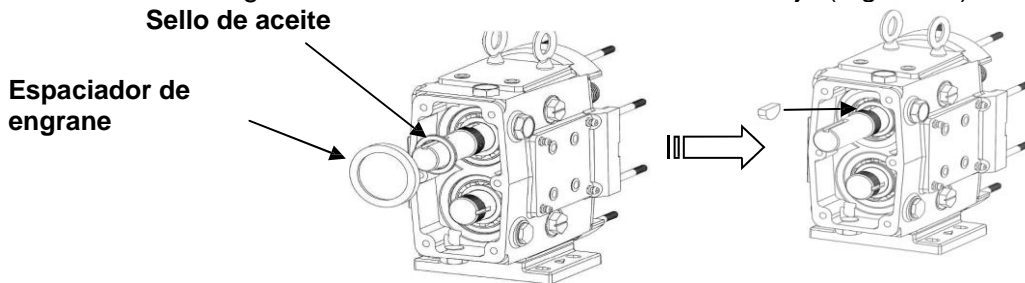

Figura 56: Instalación del sello de aceite trasero y de la chaveta del engrane
7) Aplique una ligera película de lubricante a los diámetros interior y exterior de los sellos de aceite traseros e instálelos en la parte posterior de la caja de engranes con el lado del resorte mirando hacia afuera hacia el engrane. Instale los espaciadores del engrane en el eje y coloque las chavetas del engrane en las ranuras de las chavetas del eje (Figura 56).